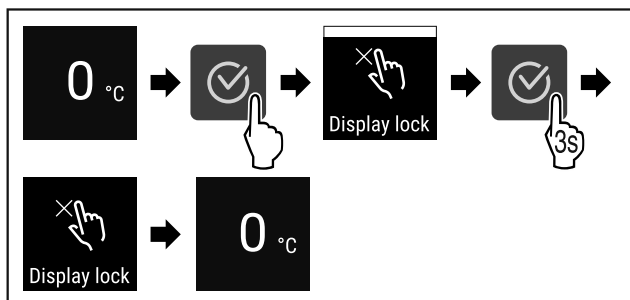

Fig. 77
- ▶ Vykonať kroky akcie (pozri Fig. 77).